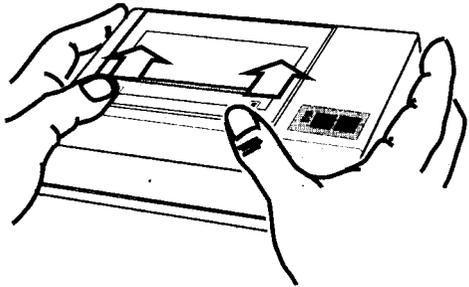
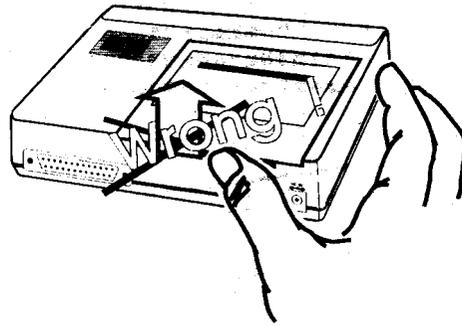

图 2-2 正确推动活动盖板
图 2-3 错误推动活动盖板
1、如图 2-2 按机壳上箭头指示方向,用双手水平向前推动活动盖板,推开后,轻轻取下。图 2-3 的用力方向是不对的。